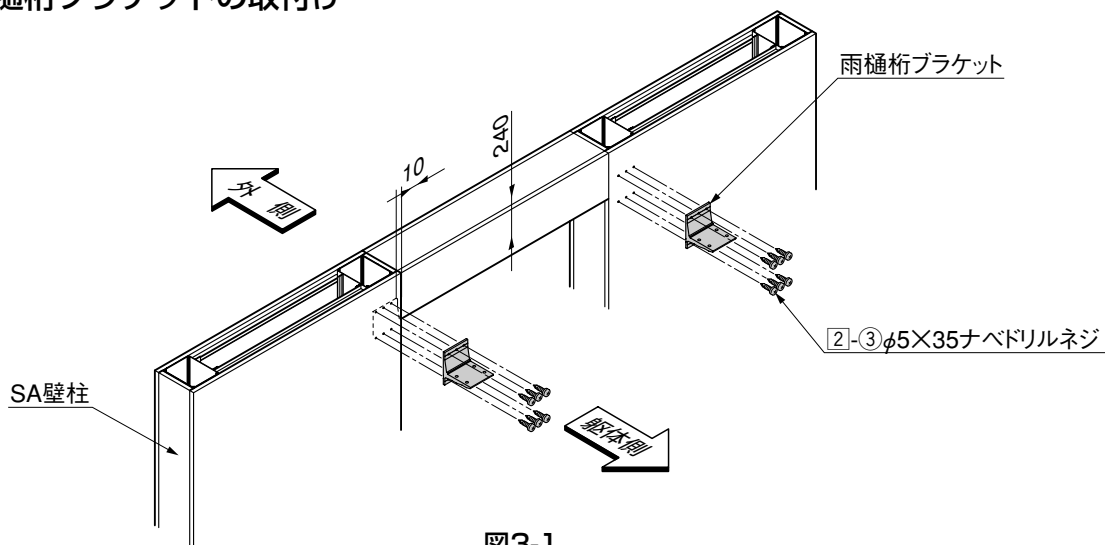

図3-1
- ① 雨樋桁 BracketをSA壁柱へ取付けてください。（図3-1参照）